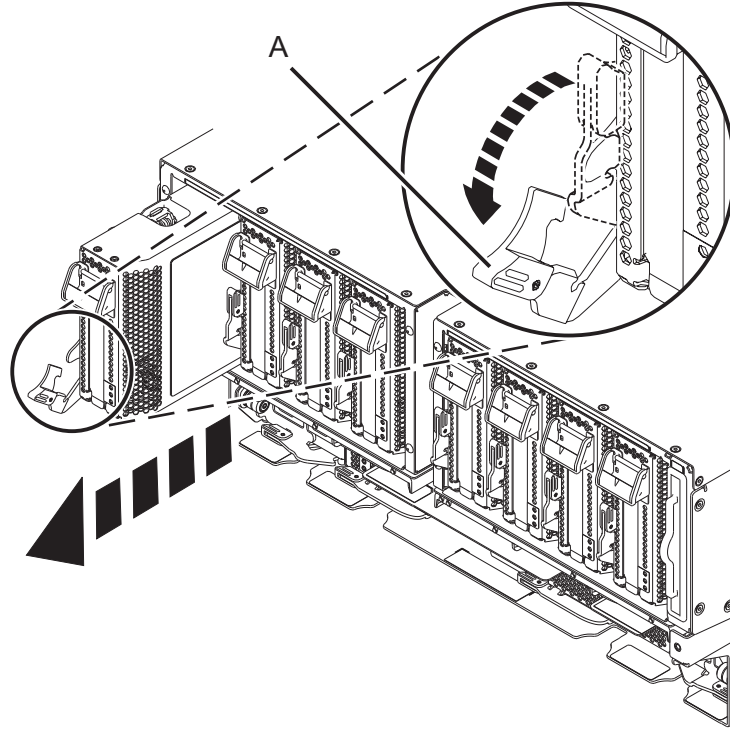

Figure 26. Retrait d'une cassette de cartes PCIe du système
- b. Faites tourner la poignée de cassette de couleur ocre (**A**) dans la direction illustrée dans la figure 26, à la page 27 et appuyez dessus pour libérer la cassette des connecteurs de l'emplacement.